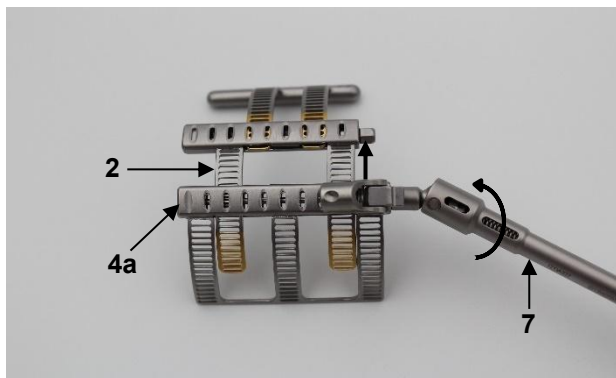
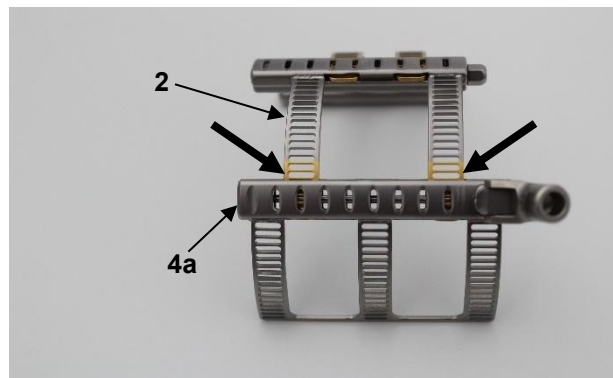

Fig. 3a
Fig. 3b
Estendere quindi l'elemento primario (2) utilizzando l'apposito cacciavite (7). A tal fine, ruotare in senso orario il meccanismo di trasporto sul modulo a cassetta dell'elemento base (4a) con un cacciavite adatto (7) (Fig. 3a). Estendere l'elemento primario (2) solo fino a quando i primi due fori scanalati color oro sono visibili dal modulo scatola (4a) (vedere la Fig. 3b).